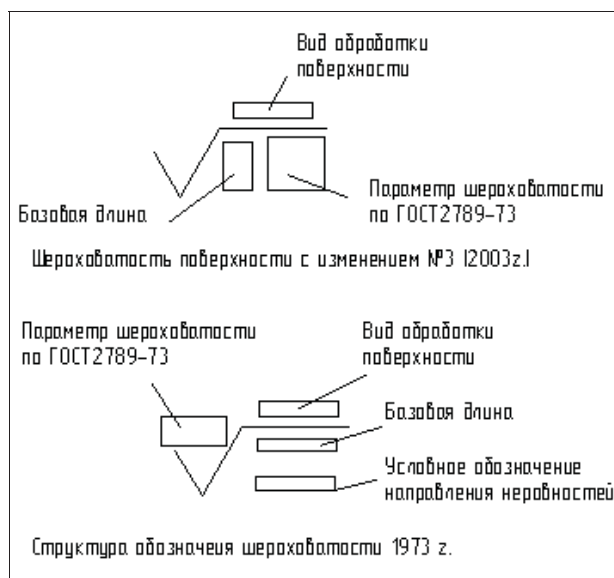

Рис. 13.4. Редакции обозначения шероховатости
В соответствии ГОСТ 2.309-73 имеются две редакции надписи обозначения шероховатости поверхности, структура которых представлена на рис. 13.4. Настройка редакции
- ◆ далее можно ввести элементы надписи в текстовые поля на фантоме знака (см. рис. 13.4). Для быстрого перехода между полями можно использовать клавишу <Tab>: